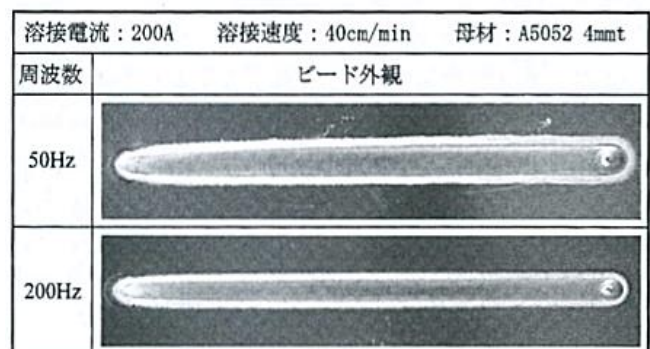

図 266-3 交流周波数可変による溶接性改善
① D-2・・・交流周波数可変による溶接性改善
- 図 266-3 に交流周波数 50Hz と 200Hz のビード外観を比較して示す。50Hz ではビードが広がりやすいが、交流周波数を 200Hz まで上げればビードおよびクリーニング幅は均一で、やや狭くなっていることがわかる。このように交流周波数の増加にともないアークの集中性が向上し、入熱分布も狭くなる。
- さらに交流周波数制御の効果の一例は、図 266-3 に見たように、アルミニウム合金のティグ溶接では、熱伝導の影響で、溶接の進行に伴ってビード幅が広くなりやすい。しかし交流周波数 200Hz の溶接では、溶接の進行に伴うビード幅の増加はほとんど認められない。